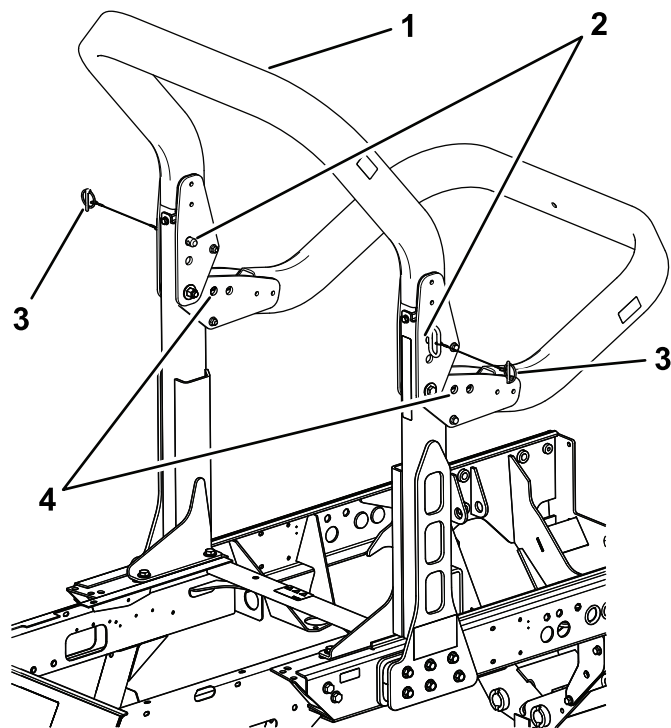

図 74
2. ROPSの上部フレームを支えておいて、ピボットブラケットからスナップピンとクレビスを外す図 74。